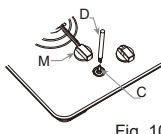

Fig. 10
2. Retirez les boutons de commande « M » (Fig. 10).
3. Insérez un petit tournevis « D » (Fig. 10) dans le trou situé en haut du robinet « C » et tournez la vis de réglage vers la gauche ou vers la droite jusqu'à ce que la flamme du brûleur soit convenablement réglée en position basse.